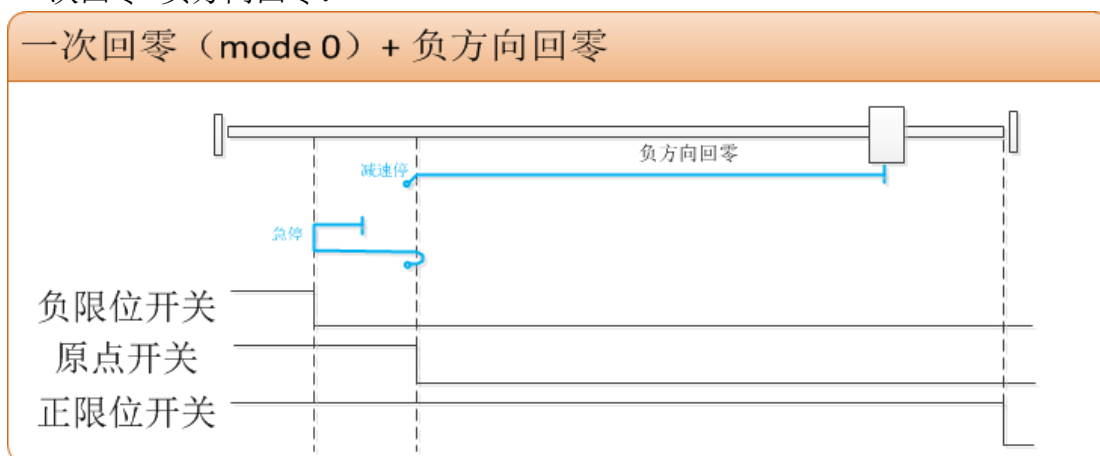

图 4.9 一次回零+负方向回零
PMC 主机上的回零模式支持多种方式，需要配合轴参数中的回零方向来完整定义具体的回零的动作，包括一次回零，一次回零加反找、二次回零、原点锁存、二次回零加锁存，回零的方向包括负方向和正方向。具体的回零动作含义如图 4.9~4.18 所示。
- (1) 回零模式，具体模式参考图 4.9~4.18；
- (2) 回零方向：正方向或负方向；
- (3) 有效电平：可选择低有效下降沿触发和高有效上升沿触发；
- (4) 回零位置偏移：回零完成后的位置偏移值，正值表示正向，负值表示负向；
- (5) 回零完成方式：
- (6) 原点回归速度：高速找原点开关的速度；
- (7) 爬行速度：低速离开原点开关的速度；
- (8) 加速度：加速度；
- (9) 减速度：减速度。